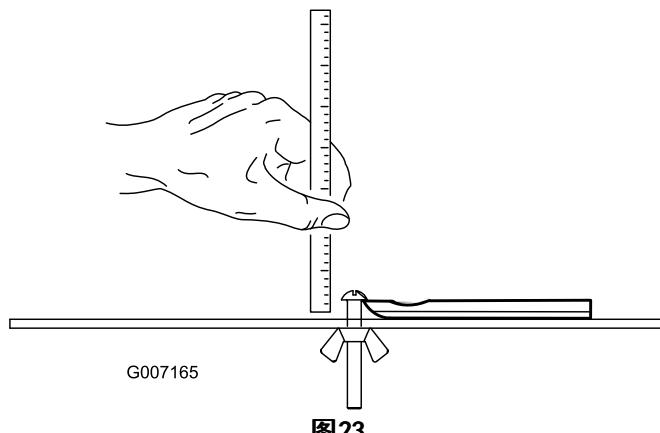

图23
**注意:** 请参看底刀底部, 了解所有底刀维修限值衡量参数(图23)